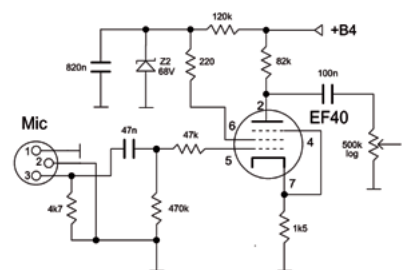
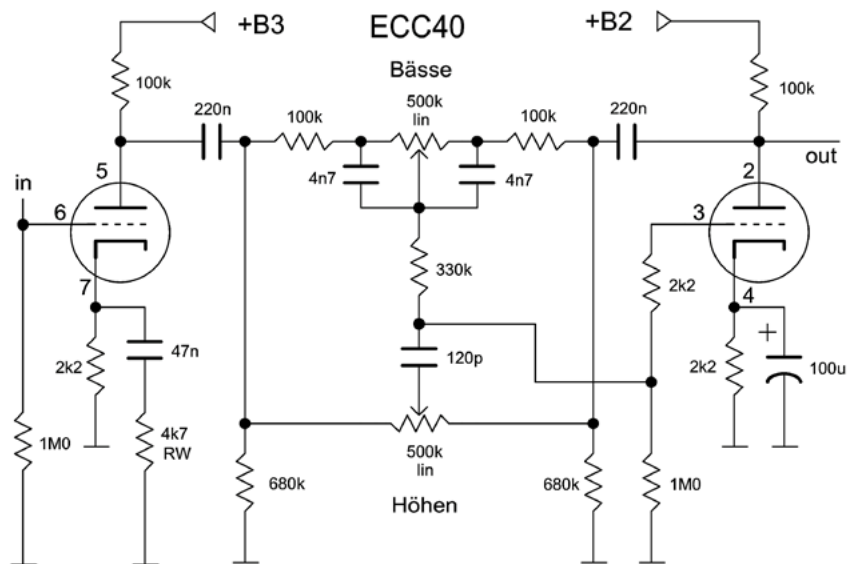

Bild 6: Mikrofonvorverstärker im MkII
Bild 8: James-Baxandall Klangregler im MkII
In der gewählten Schaltung (Bild 6) wird der Eingang mit 4k7 abgeschlossen und die EF40 als Pentode geschaltet. Damit ist die Verstärkung, sogar ohne Kathodenkondensator, ausreichend und die Änderung bleibt minimal.
Die in meinem Verstärker umgesetzte Klangsteuerung (Bild 8) entspricht dieser Lösung von 1952 mit den auch von Baxandall erwähnten ECC40 (mit viel weniger Verstärkung [8] als die Pentode). Die resultierenden Kurven sind deswegen z.B. in der maximalen Anhebung deutlich schwächer. Die RC-Kombination an der Kathode der Eingangsstufe korrigiert den Frequenzgang ab ~1kHz.
- [7] «Negative-Feedback Tone Control», P. J. Baxandall, in «Wireless World», Oct. 1952, Seiten 402-405 inklusive Erratum in W. W. Nov. 1952. Bild 7 ist (überarbeitet) aus diesem Aufsatz (Fig.6 und Fig.8). Download einer Kopie: http://www.thermionic.info/baxandall/Baxandall_Negative-FeedbackTone.pdf